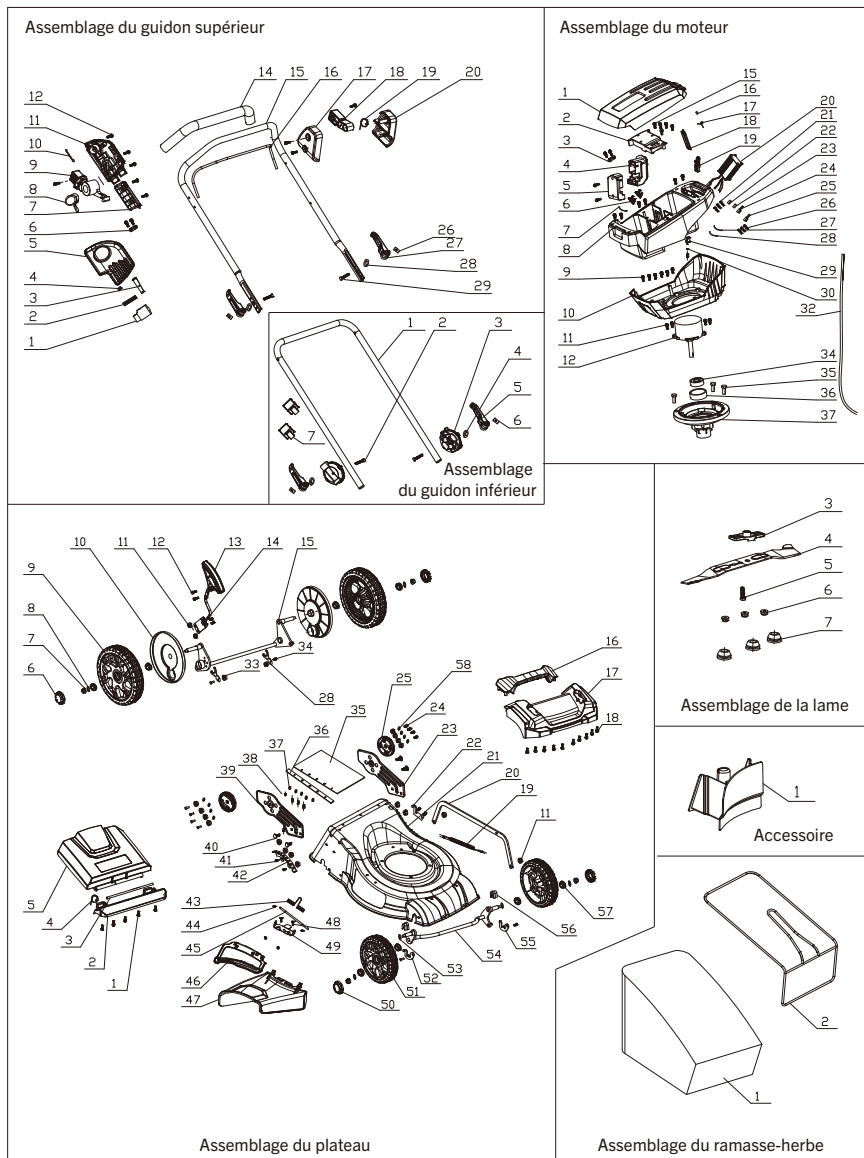

FIG. 12
4. Desserrez le boulon hexagonal dans le sens antihoraire à l'aide de la clé hexagonale fournie et retirez-le avec la rondelle et la lame (Fig. 12).